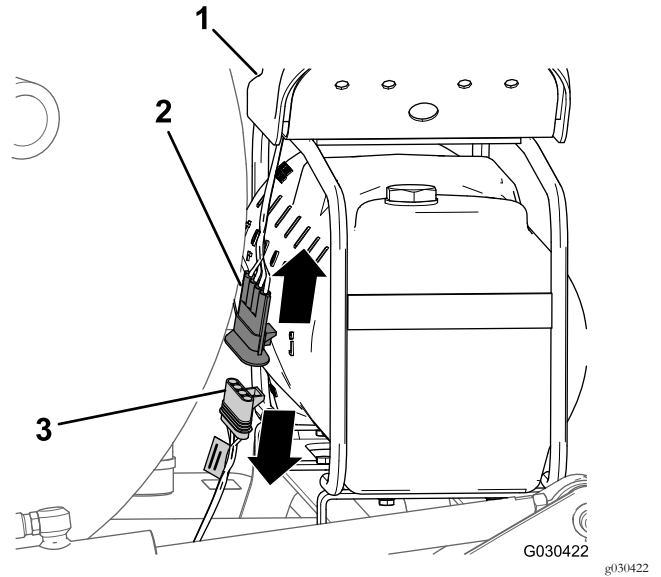

図 6
1. フォームマーキットのタンクの後部にあるコンプレッサ用ハーネスを探し出す (図 6)。
2. 車両用の後ワイヤハーネスの4ソケットコネクタから、コンプレッサ用の4ピンコネクタを外す (図 6)。